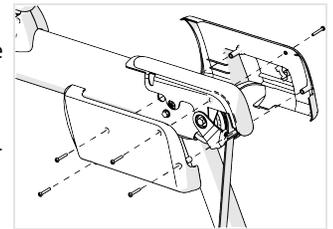

Abbildung 7
6. Bringen Sie die rechte innere und die rechte äußere Seitenarm-Abdeckung am rechten Seitenarm an. Setzen Sie fünf Schrauben ⑦ ein und ziehen Sie sie dann mit einem Kreuzschlitzschraubendreher Nr. 2 auf 1 bis 1,35 N m (8 bis 12 in-lb) fest (Abbildung 7). **HINWEIS:** Alternativ können Sie die Schrauben festziehen, bis die beiden Seitenarm-Abdeckungen vollständig anliegen, und dann die Schrauben noch um eine weitere Vierteldrehung drehen.